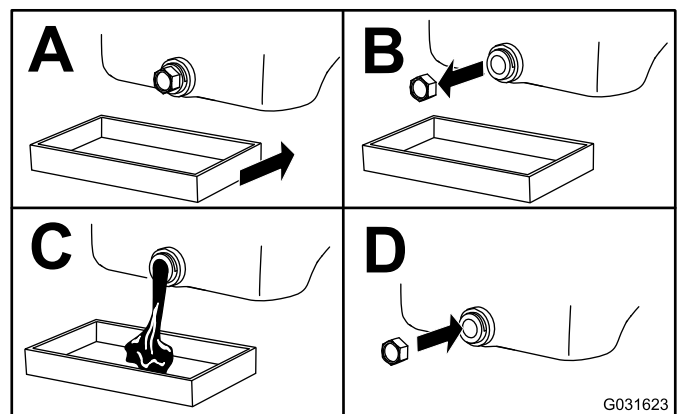

Figure 43
5. Vidangez l'huile moteur, comme montré à la Figure 43.